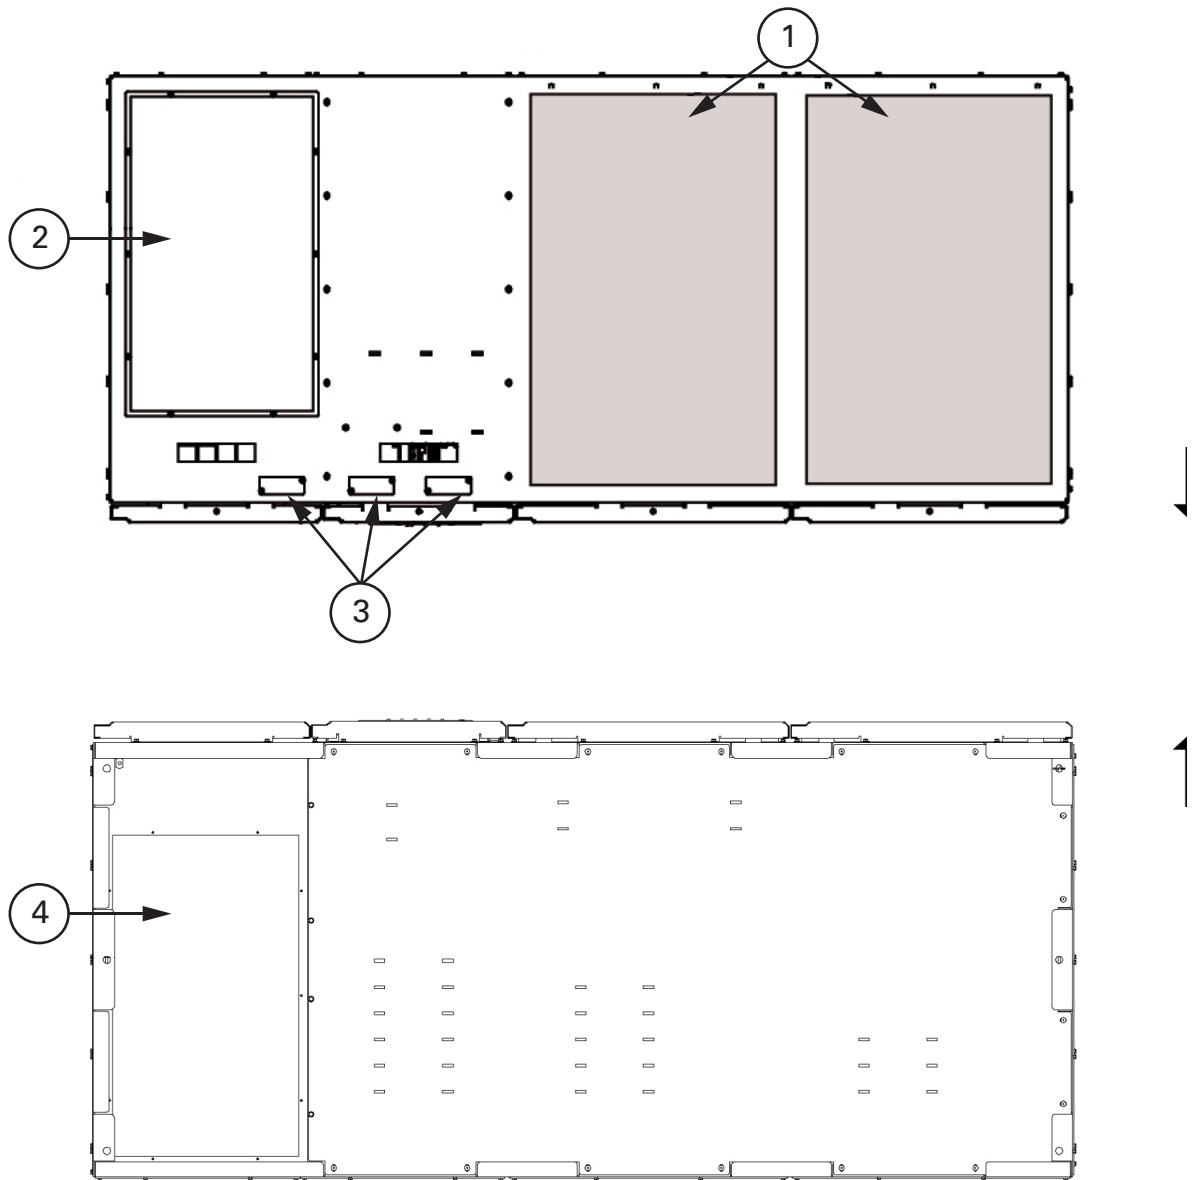
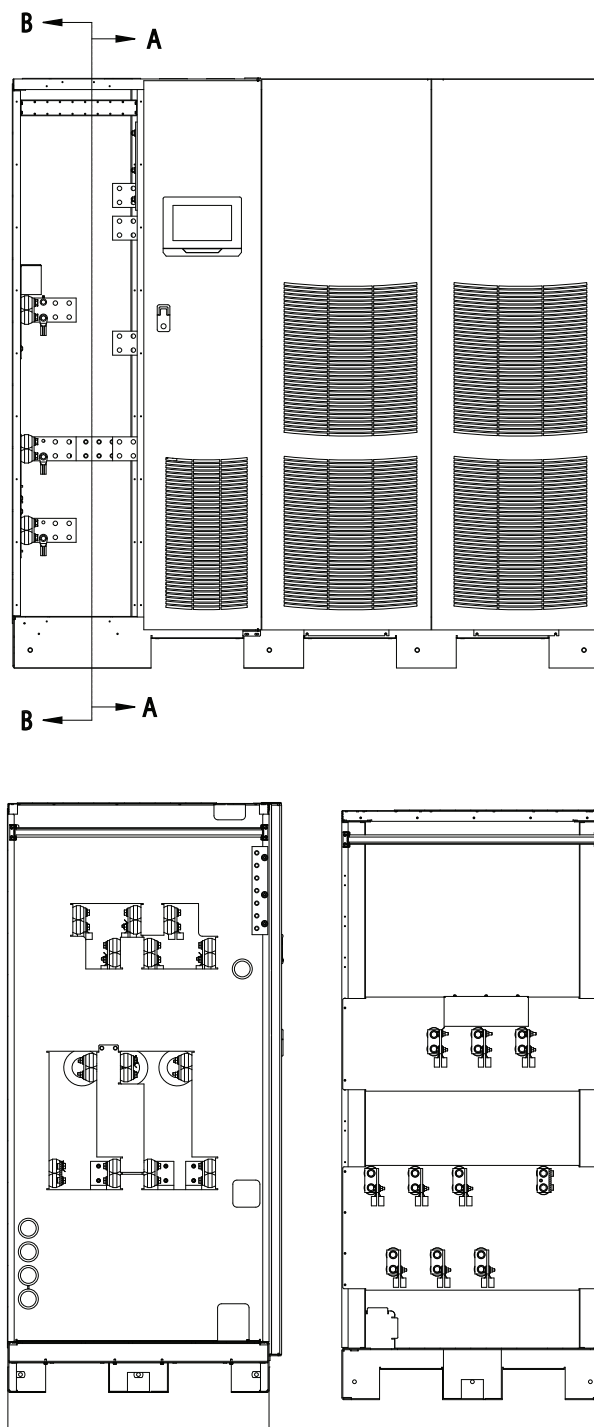
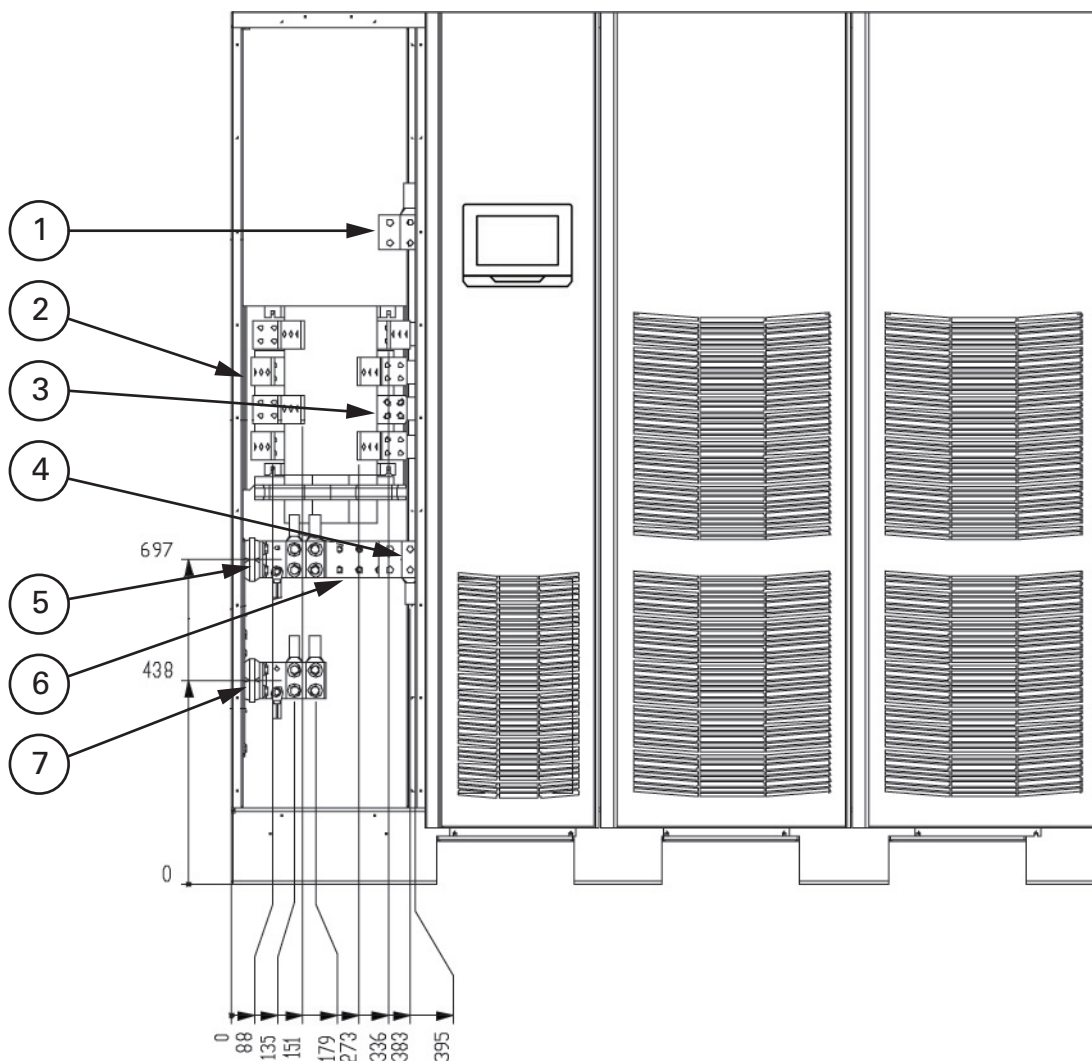

Рис. 4-4. Расположение входов проводки
Рис. 4-6. Расположение клемм питания ИБП - отдельный выпрямительный ввод
Рис. 4-7. Вид спереди
Снимите верхние или нижние вводные пластины шкафа ИБП и просверлите/пробейте в них отверстия (см. Рис. 4-4).
2. Проведите входной и выходной кабели сверху или снизу шкафа к клеммам ИБП. Для получения информации о доступе к проводке и расположении клемм общего питания через выпрямитель см. Рис. 4-4 - Рис. 4-7, а для получения информации о расположении клемм отдельного питания через выпрямитель см. или Рис. 4-6.
2. Проведите и подключите кабели аккумулятора между ИБП и аккумуляторными шкафами согласно инструкциям в руководстве по установке интегрированного аккумуляторного шкафа Eaton 9395P (модель IBC-L). Для получения информации о доступе к проводке и расположении клемм см. Рис. 4-4 – Рис. 4-7.
5. Проведите и подключите кабели аккумулятора между ИБП и аккумуляторной системой. Для получения информации о доступе к проводке и расположении клемм см. Рис. 4-4 – Рис. 4-7 .